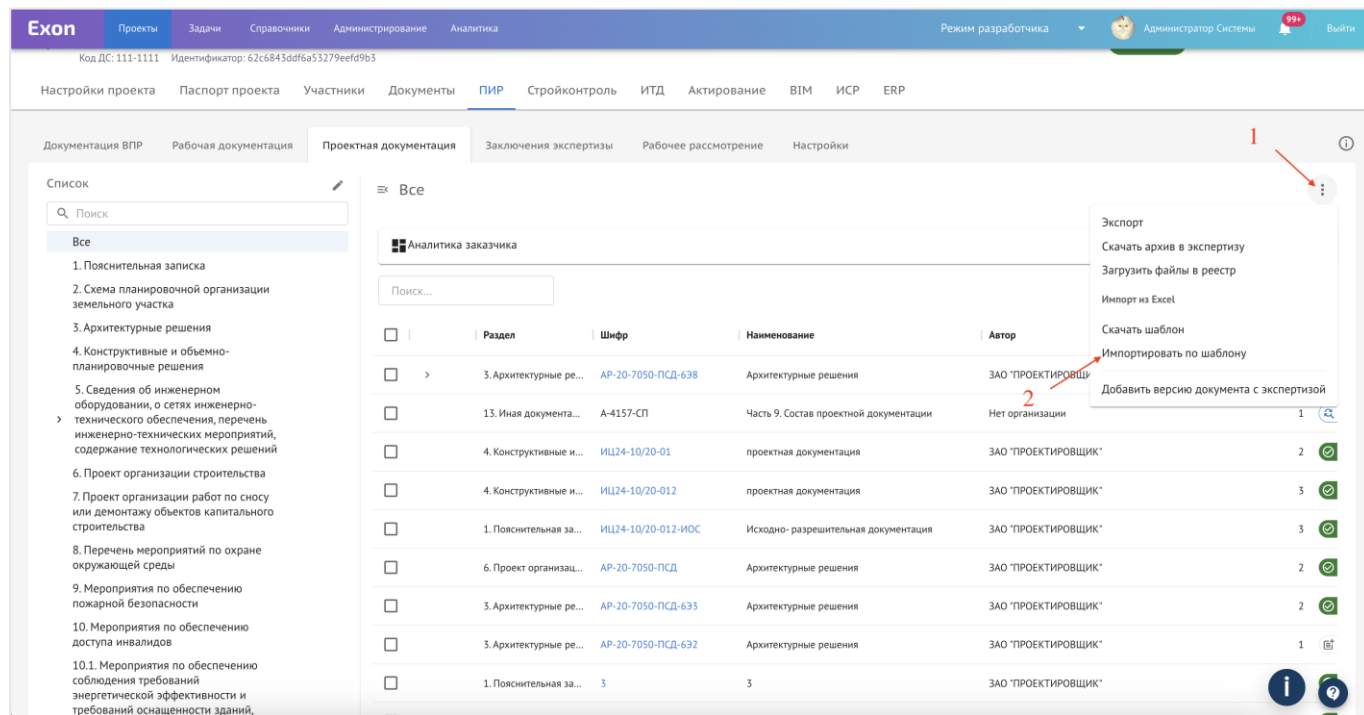

Рис. 65 - Импорт шаблона массовой загрузки
7. После заполнения шаблона необходимо вернуться в систему и через три точки (1) в правом верхнем углу импортировать заполненный шаблон (2) с устройства в систему (рис. 65);